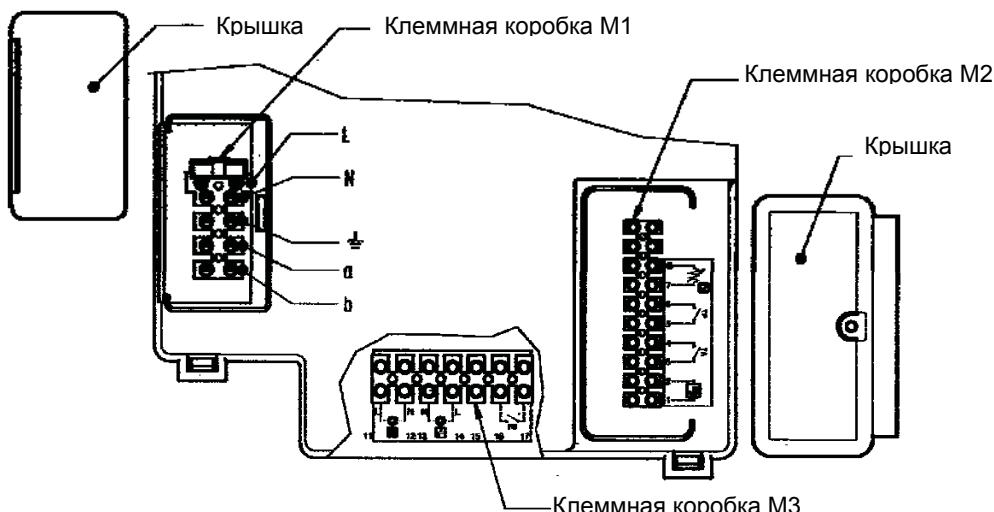

Рисунок 8
- В клеммную коробку встроен плавкий предохранитель на 3,15А (см. Рис. 8). Для его проверки или замены вынуть черный держатель предохранителя.
Чтобы получить доступ к клеммным коробкам М1 и М2, поверните панель управления вниз и снимите две предохранительные крышки. (см. Рис.8).
клеммной коробки M2 (Рис.8), предварительно необходимо удалить перемычку между клеммами 3-4.
Датчик уличной температуры фирмы SIEMENS модели QAC34 (заказывается отдельно) подсоединяется к клеммам 7-8 клеммной коробки M2 (см. Рис.8).